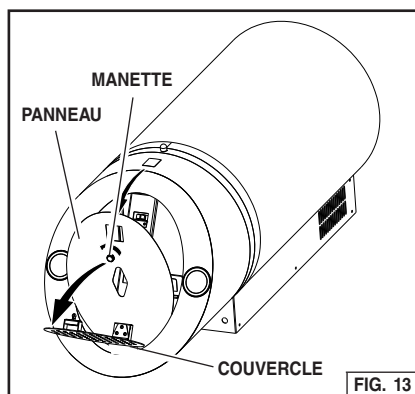

FIG. 13
1. Rabaissez le couvercle de la hotte. Retirez le panneau en dévissant la vis à serrage à main. Retirez le filtre à charbon et filtre à graisse. Fig. 13.